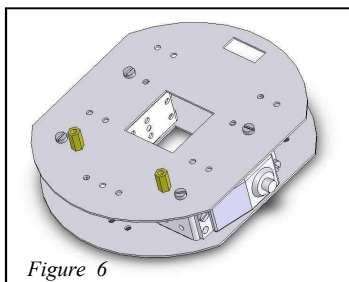

Figure 6
Étape 4 : Visser 2 entretoises de 3X10mm (12) Male femelle sur un des châssis (4), utiliser le pas de vis de la cage (2). Voir la figure 6.